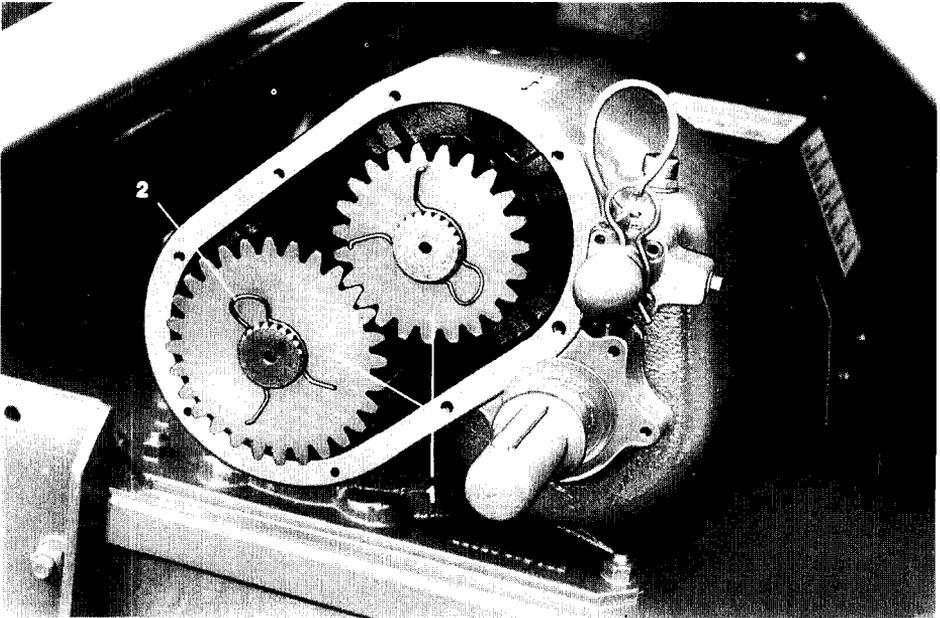

Fig. 10.16
- Im Schalthauptgetriebe sind die Halterungsfedern (Fig. 10.16/2) zu entfernen, mit denen die Zahnräder auf den Wellenenden gegen axiale Verschiebung gesichert sind. Zahnräder (Fig. 10.16/1) von den Wellenenden abziehen. Zahnräder im Getriebe anhand der Drehzahltablette (Fig. 10.14) untereinander austauschen oder durch einen anderen Zahnradsatz ersetzen.
- Halterungsfedern (Fig. 10.16/2) an beiden Wellen montieren.